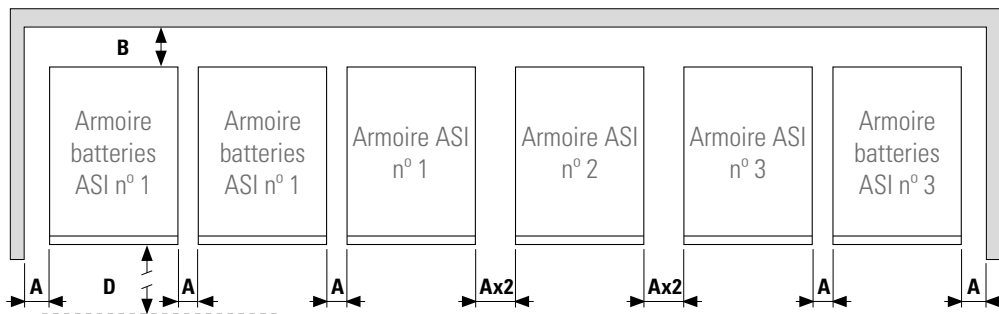

Fig. 15. Cotes périphériques minimales pour l'aération d'un système.
- Dans le Fig. 15 on représente un exemple de trois équipements en parallèle avec leurs armoires de batteries. Pour des systèmes avec deux unités en parallèle et/ou plus armoires de batteries, opérez conséquemment d'après chaque cas. Pareillement, obviez dans l'illustration les armoires de batteries lorsque le système ne dispose pas d'elles. Le numéro assigné à chaque équipement dans le Fig. 15 n'a aucune finalité sauf celle d'être numéral dans l'illustration.